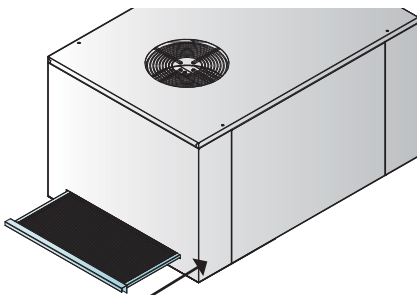

fig. 10
- Se la macchina è dotata di Recuperatore Termico con pompa di calore, pulire il filtro estraibile (vedi fig. 10).